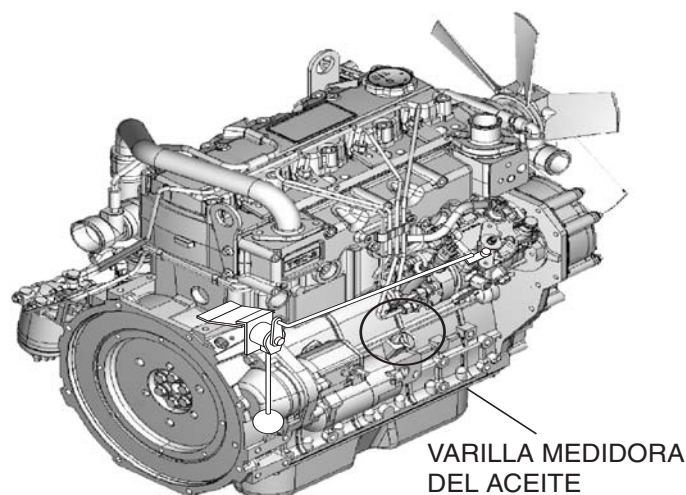

Figura 10. Varilla medidora del aceite
1. Retire la varilla medidora del aceite de su base (Figura 10).